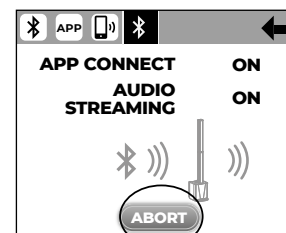
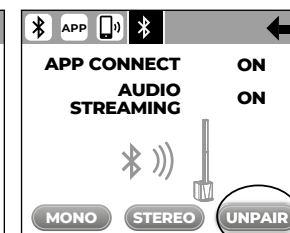

Fig. 4D
Fig. 4E
**PAIR :** son enfoncement permet d'activer la synchronisation via Bluetooth® entre le système principal (Master) et le système secondaire (Slave) La touche PAIR a été généralement conçue pour ceux qui ne souhaitent pas contrôler le système via l'application dédiée. Il est possible d'interrompre la synchronisation au système secondaire en appuyant sur ABORT (Fig. 4D) ou de le déconnecter définitivement à la fin de la session en appuyant sur UNPAIR (Fig. 4E)